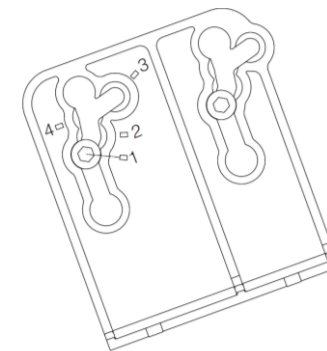
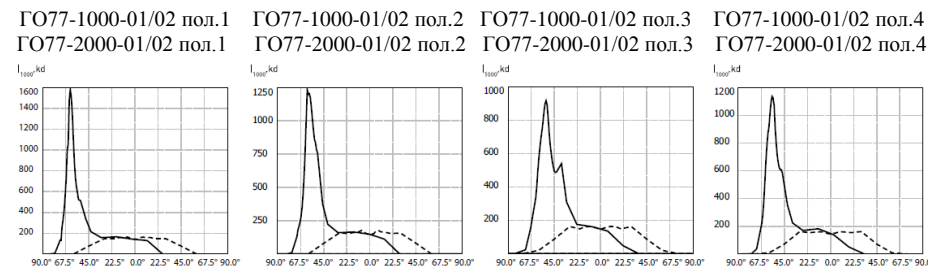

Рисунок 2
Рисунок 3
5.4 Оптическая система прожектора с 4-х позиционным ламповым патроном (рисунок 2) позволяет получить различные кривые светораспределения (рисунок 3) и разные асимметричные углы не наклоняя прожектор.